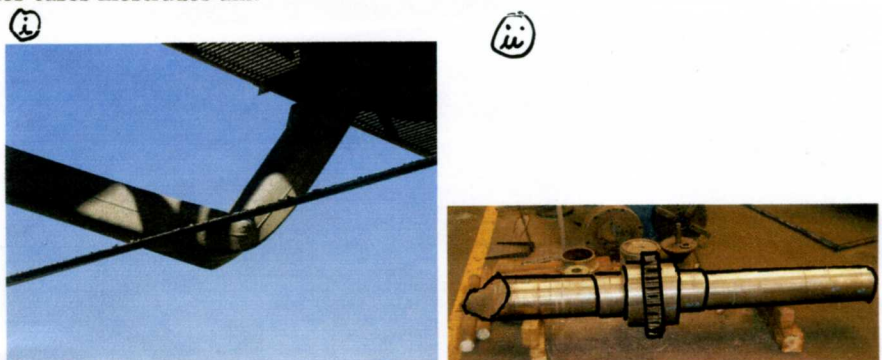

Figura 5: Fotos reales de fallas
- (4 puntos) Para las fotos que se muestran en la Figura 5, indique las posibles causas de falla en cada uno de los casos mostrados ahí.